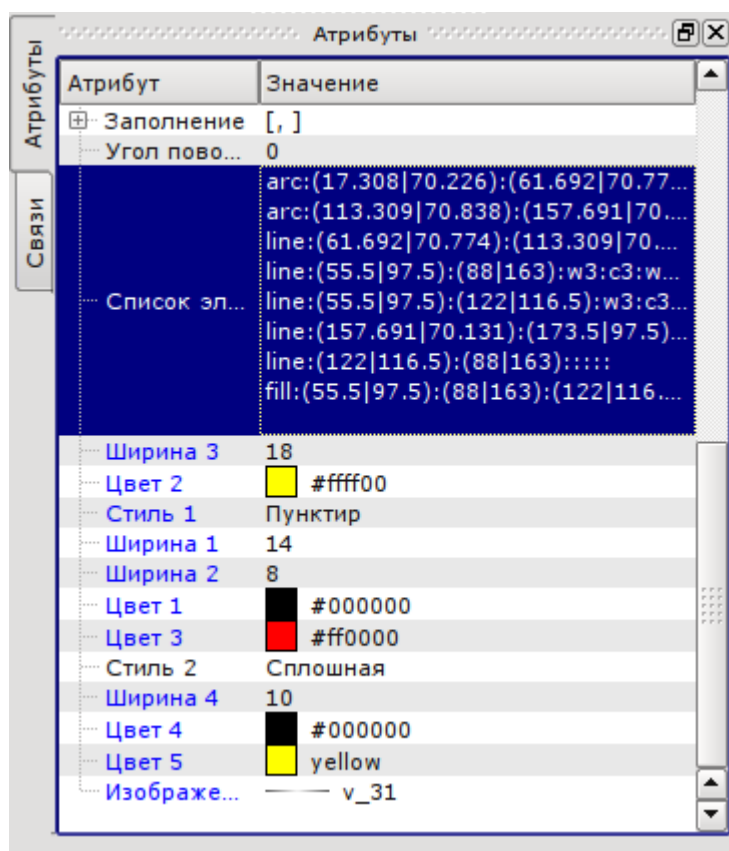

Рис. 5.3.b. Динамические атрибуты элементарной фигуры.
Тогда в окно «Атрибуты» добавятся поля: Точка 1 (1), Точка 2 (2), Ширина 1 (w1), Ширина 2 (w2), Цвет 1 (c1), Цвет 2 (c2), Стиль 1 (s1) (рис.5.3.b) Значения этих полей можно изменять программно, с помощью одного из языков программирования проекта OpenSCADA. Очевидно, что при желании динамическими могут быть объявлены не все свойства примитива, а одно или несколько, кроме того одно динамическое свойство может быть использовано многократно.